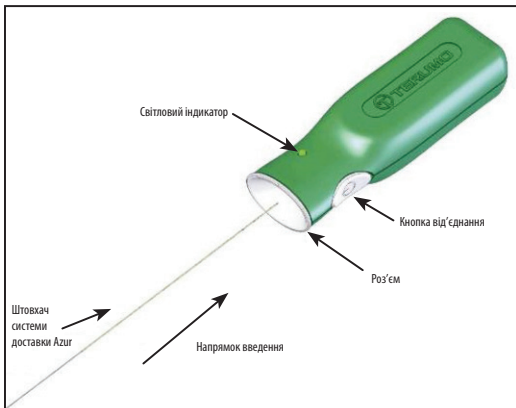

Рисунок 4. Контролер від'єднання системи Azur
- Відкрийте упаковку із судинним оклюдером Azur та вийміть муфту дозатора. Перед використанням пристрою видаліть клин із муфти дозатора. Зафіксувавши імплантат та інтродьюсер судинного оклюдера Azur, витягніть штовхач із муфти дозатора так, щоб оголити проксимальний кінець штовхача системи доставки. Будьте обережні, щоб не допустити контамінації кінця штовхача сторонніми речовинами, як-от кров'ю або контрастною речовиною. Міцно вставте проксимальний кінець штовхача в роз'єм контролера від'єднання системи Azur. Дивіться рисунок 4. **Поки що не натискайте кнопку від'єднання.**
31. Під'єднайте проксимальний кінець штовхача до контролера від'єднання системи Azur, міцно вставивши проксимальний кінець у роз'єм контролера. Див. рисунок 4.